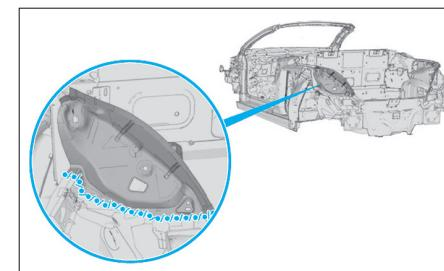

FIG. 94
- Appliquer un produit d'étanchéité et anticorrosion (Fig.94).